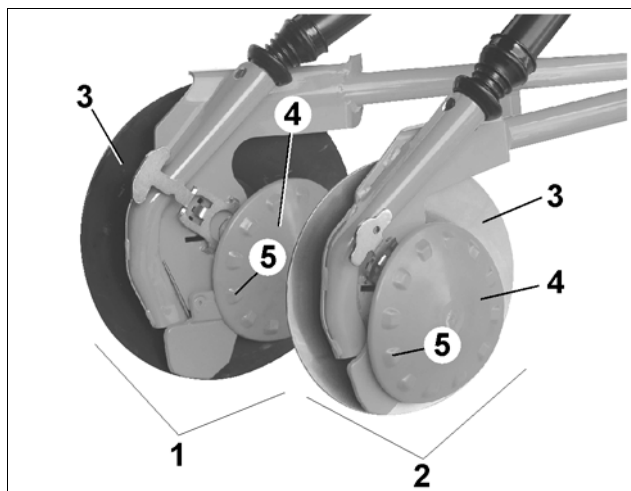

Fig. 15
- RoTeC-skær (Fig. 15/2)
- RoTeC +-skær (Fig. 15/1)
AMAZONE's RoTeC-skær egner sig til såning efter plov samt til såning i forbindelse med reduceret jordbearbejdning. Sårillen formes ved hjælp af stålskiven og støbejernselementet. Bagsiden af stålskiven renses ved hjælp af en fleksibel polyuretan-skive (PU) (Fig. 15/4), der presses imod stålskiven. Dupperne (Fig. 15/5) sørger for ekstra drev.
Plastskiven (Fig. 15/4) fungerer samtidig som dybdebegrænsningskontrol, idet den ruller henover jorden og begrænser såskærets indtrængning i jorden. Sådybden kan justeres i tre trin fra 2 til 4 cm (Kap.10.5.3). I forbindelse med dybdesåning (4 cm eller derover) kan dybdebegrænsningsskiverne nemt afmonteres.